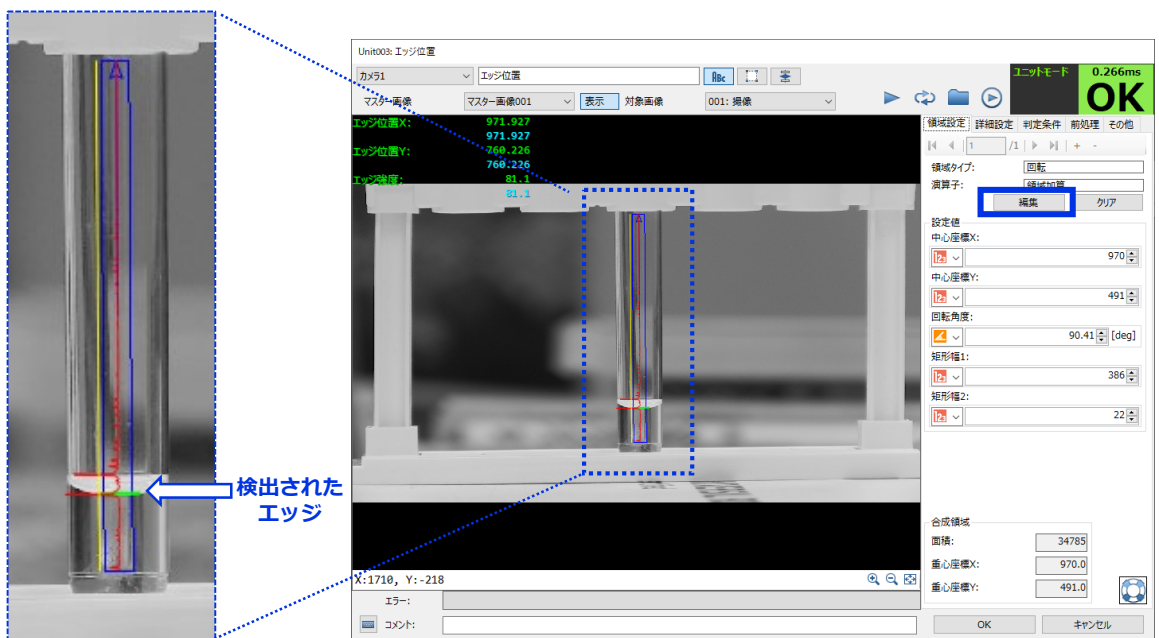

図8
- 2 画面右上の「編集」ボタンを押します。エッジを検索するエリアを示す赤色の枠が表示されることを確認します。マウスの左クリックを押しながら赤色の枠を拡大し、エッジを検索したいエリアを選択します。右クリックを押すと、赤色の枠が青色へと変わり、選択したエリア内に緑色の線でエッジが検出されていることを確認します。図8の例では試験管の内側を検索エリアとして設定しています。